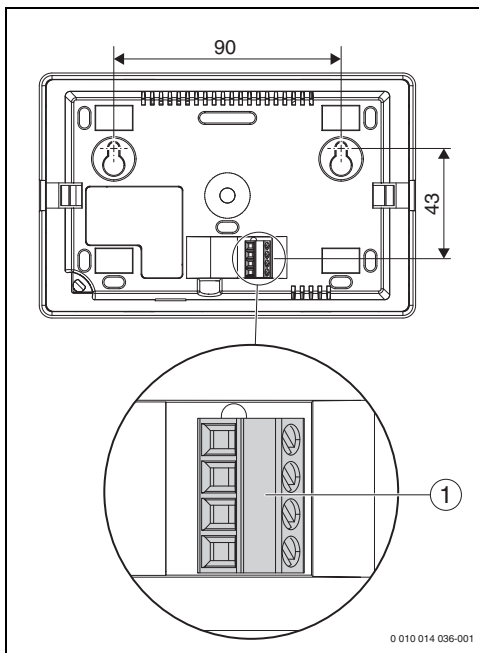

Bild 9 Rückseite Bedieneinheit (Maße in mm)
- ▶ Löcher bohren (→ Bild 9, Seite 9).